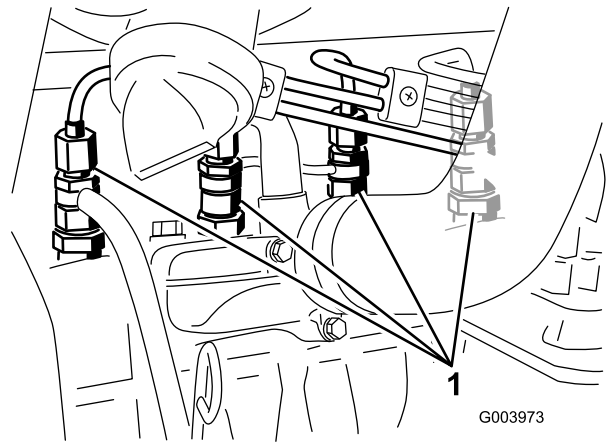

Figura 64
1. Afloje la conexión entre el tubo y el conjunto de boquilla y soporte N° 1 (Figura 64).